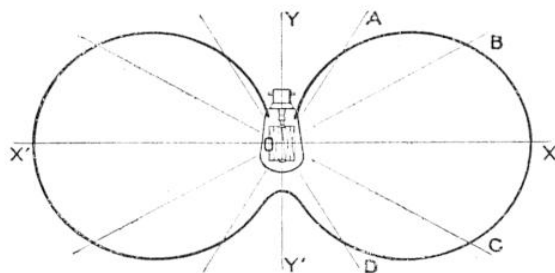

FIG. 1. — LAMPE A FILAMENT DE TUNGSTÈNE DANS LE VIDE ET SA COURBE PHOTOMÉTRIQUE
Mais cette façon de désigner les lampes est incorrecte, car l'intensité lumineuse varie suivant les directions. On voit, en effet, sur notre figure 1, qui représente la courbe photométrique d'une lampe à filament de tungstène dans le vide, type appelé incorrectement « monowatt », que la lumière est émise principalement dans la direction horizon-
tale (1). En comparant les figures 1, 2 et 3, on voit que les courbes polaires, de formes très différentes, accusent des intensités lumineuses qui varient selon la forme des
(1) La courbe photométrique est dite également courbe polaire. On l'obtient en mesurant, à l'aide d'un appareil spécial, appelé photomètre, l'intensité de la lumière suivant des rayons tels que A, B, X, C, D, mais plus nombreux. Les mesures obtenues sont portées sur ces rayons à une échelle convenable, et les points qu'elles déterminent permettent de tracer les courbes.